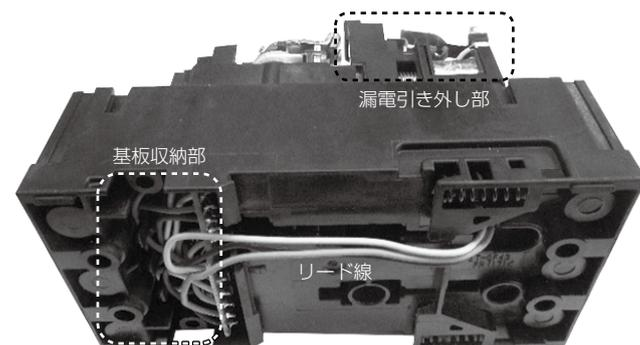

図2. 漏電検出基板の裏面収納構造(裏カバー取り外し状態)
- (1) 漏電検出を行う電子回路基板の收容部を筐体(きょうたい)裏面部に形成した。電子回路基板と機械的に漏電引き外しを行うユニットとを結合するリード線を筐体裏面に通すことで幅方向のリード線収納スペースを削減した(図2)。筐体裏面部の基板スペースへの結露等による水気の影響を避けるため筐体裏面構造を工夫した。水分の侵入を防止する筐体構造について特許出願中である。